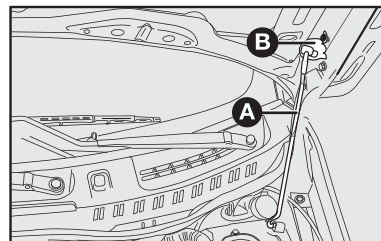

fig. 99
4) introduzir a extremidade da vareta **A** na abertura **B** do capô do motor **fig. 99**.
1) manter levantado o capô com uma mão e, com a outra, tirar a vareta **A-fig. 99** da abertura **B** e repô-la no seu dispositivo de bloqueio.